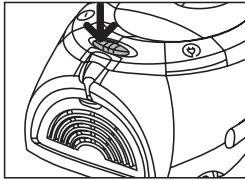

Fig.4
2.- Para regular la potencia desde el cuerpo del aspirador, presione los pulsadores + / - (29) hasta que se ilumine el nivel de potencia deseado. Si desea incrementar la potencia de aspiración, presione el pulsador "+". Si desea disminuir el nivel de potencia de aspiración, presione el pulsador "-". **Fig. 4**
- También puede adaptar la potencia de aspiración de forma mecánica, abriendo o cerrando el dispositivo que se encuentra en la empuñadura (1).
- Una vez terminado el trabajo, apague el aparato accionando el pulsador (11) o presionando el botón de apagado y encendido (36) del control remoto (modelo AB2850). Desconéctelo de la red y recoja el cable presionando el pulsador (12). Se recomienda sujetar la clavija del cordón con la mano, con el fin de evitar un posible golpe de ésta con el cuerpo del aspirador.
- Si lo desea puede utilizar el asa (10) para transportar el aspirador mientras lo esté usando, así como para poder acceder a lugares difíciles. Las ruedas y el asa de transporte son de goma protectora para respetar el cuidado de sus muebles más delicados. El tamaño compacto del aspirador le confiere la máxima manejabilidad.
- Si desea interrumpir la tarea de aspiración tiene la posibilidad de acoplar el cepillo cómodamente en el soporte parking horizontal (15) evitando la incomodidad de tener que dejar los tubos y cepillo en el suelo.
- Para transportar y guardar el aspirador con mayor facilidad se recomienda colocarlo en posición vertical. Para ello, encaje el porta-accesorios (3) en el soporte de parking vertical (20) ubicado en la parte inferior del cuerpo del aspirador.